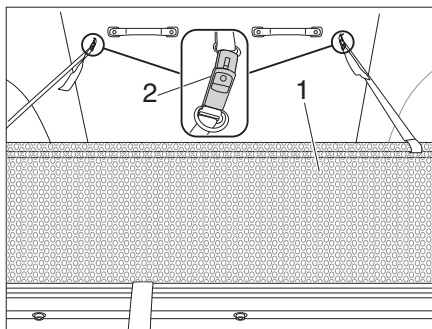

Bild 22 Herausfallschutz
- Herausfallschutz (Bild 22,1) unter der Matratze hervorziehen.
- Herausfallschutz mit Riemenschnalle (Bild 22,2) am Aufstelldach befestigen.
- Riemenschnalle (Bild 22,2) lösen.
- Herausfallschutz (Bild 22,1) unter der Matratze verstauen.